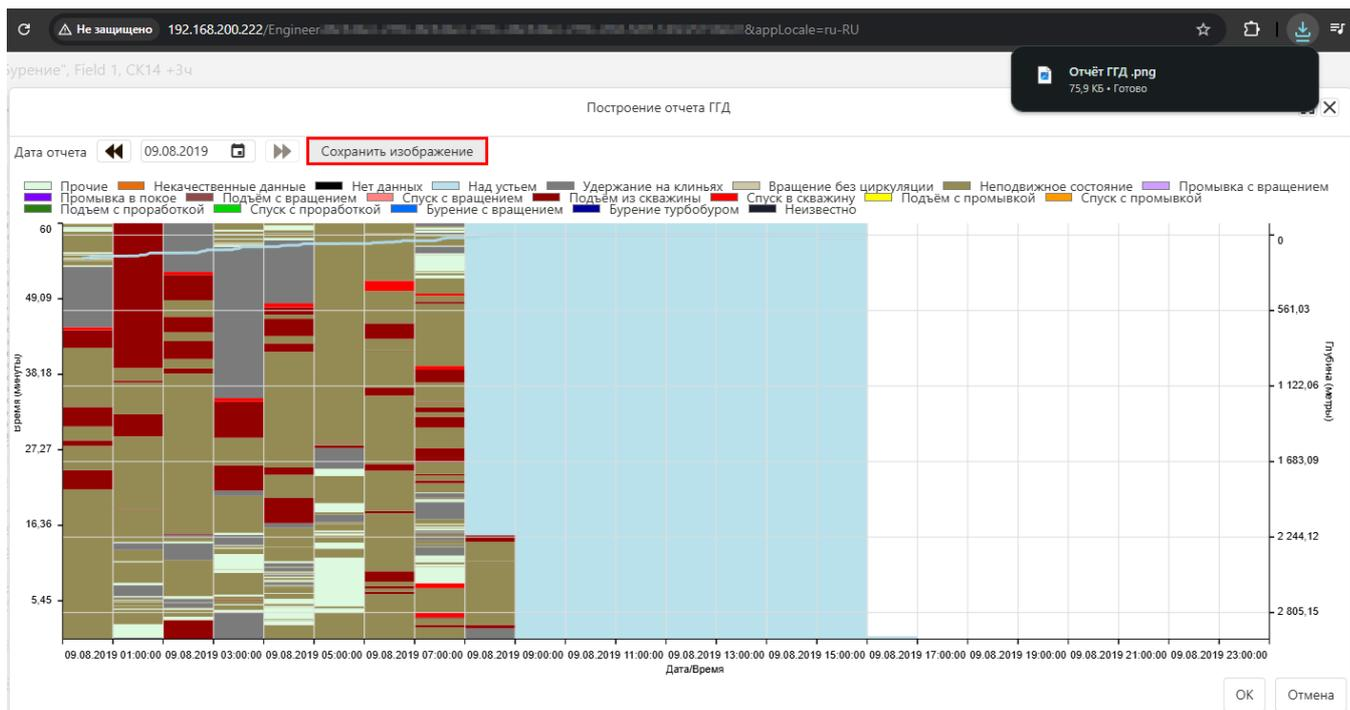

Рис. 2.8
- отображение графика Глубина-день с распределенными маркерами операций после выполнения обработки данных. По нажатию на кнопку открывается окно ПОСТРОЕНИЕ ОТЧЕТА ГГД, дата отчета выбирается из выпадающего календаря. Можно сохранить отчет в формате PNG (рис. 2.8), нажав на кнопку СОХРАНИТЬ ИЗОБРАЖЕНИЕ. Окно закрывается по нажатию на кнопку ОТМЕНА.